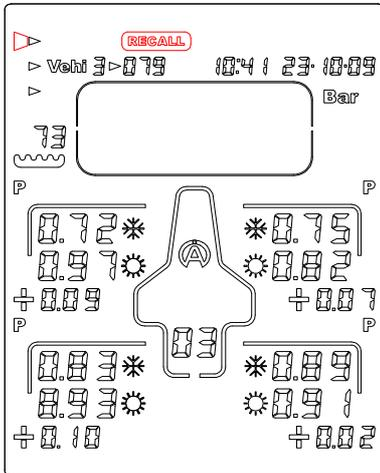

Abbildung 8
- 1) Wählen Sie mit Hilfe der Tasten      das Symbol "**RECALL**" (*Abbildung 8*) aus.